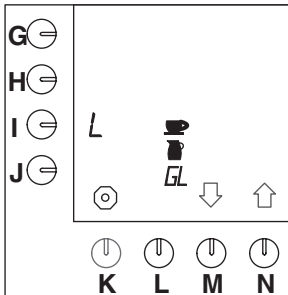

Abb. 21 Wahl der Einheit
- Sie können zwischen folgenden Einheiten wählen: Liter = L, Gallone = G (3,7853 l), Kanne, Tasse (Abb.21).